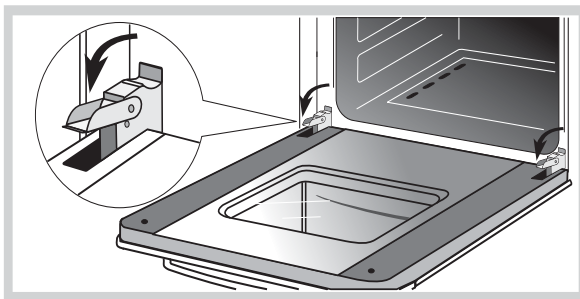

Рис. 21
- поднимите и поверните до упора рычаги, расположенные на двух шарнирах (рис. 21),